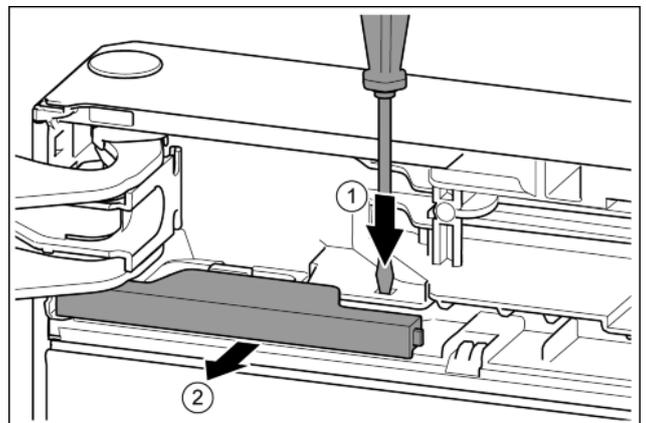

Fig. 11
▶ Lasche mit Schlitzschraubendreher drücken. Fig. 11 (1)
▶ Abdeckung aus der Verrastung ziehen. Fig. 11 (2)